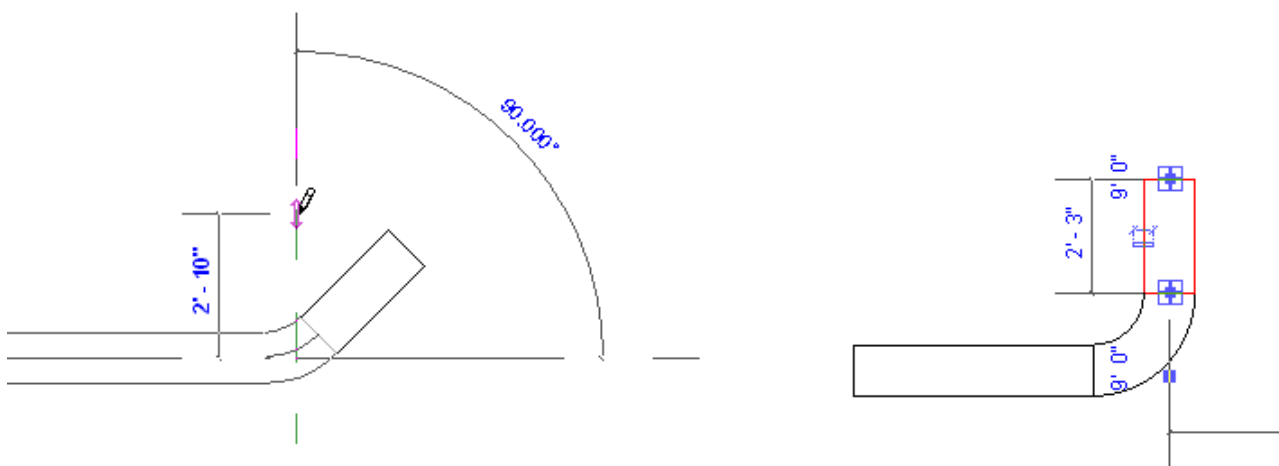

Рисунок 4.35. Изменение угла фитинга
3. Выберите соединитель на открытом конце новой секции и перетащите его до требуемого угла (рис. 4.35).